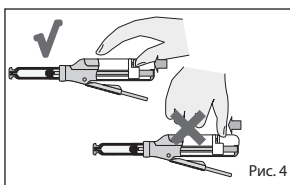

Рис. 4
3. Після встановлення картриджа проштовхніть звільняючий важіль вперед настільки, наскільки це можливо. (Рис. 4).